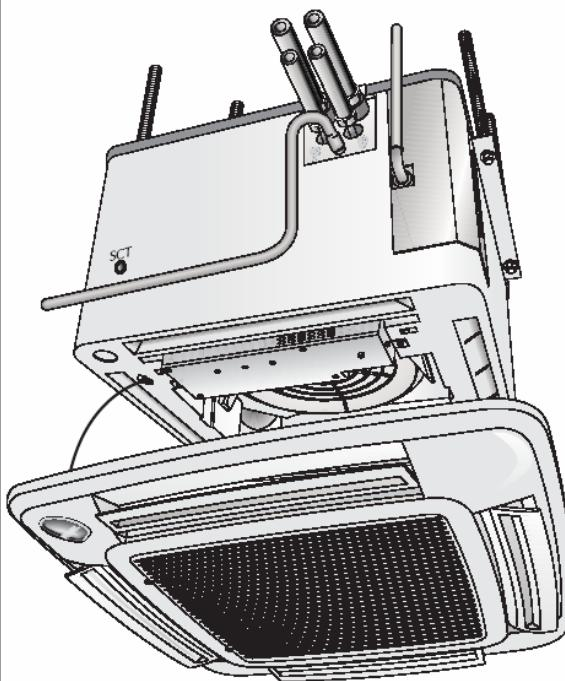

Рис. 9
- Прежде, чем установить дренажный поддон, стравите воздух из теплообменников (рис. 9).
- Прежде, чем установить корпус доводчика, стравите воздух из теплообменников (рис. 9).